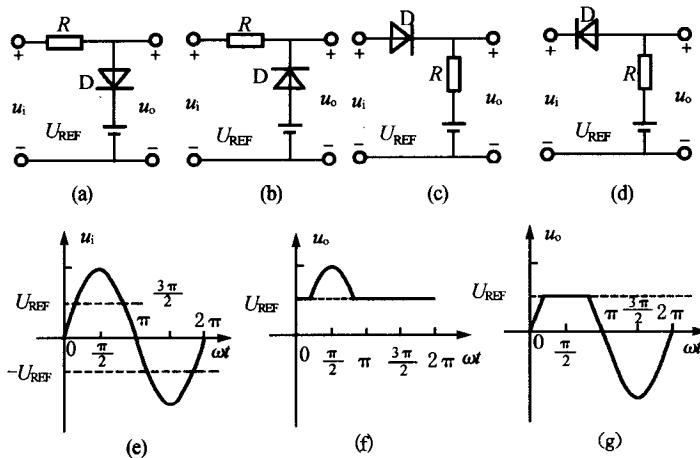

图 14.10
14.2.4 如图 14.10(a)、(b)、(c)、(d) 所示的各限幅电路中，设二极管是理想的，试画出当输入电压  $u_i$  为图(e) 所示的正弦信号时，各自的输出电压波形。